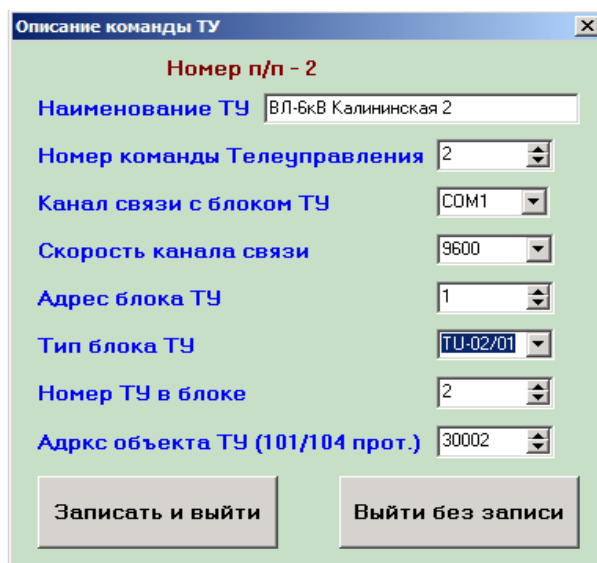

Рисунок 2.34
- для ввода новой информации о блоках телеуправления необходимо дважды щелкнуть по пустой строке в таблице и в появившемся окне «Описание команды ТУ» занести информацию о добавляемой команде телеуправления (см. рис. 2.34);